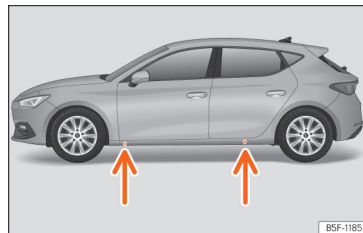

Рис. 248 Точки опори домкрата.
- Знайдіть місця для встановлення домкрата під порогом кузова якнайближче до колеса, котре необхідно замінити >>> **рис. 248**.